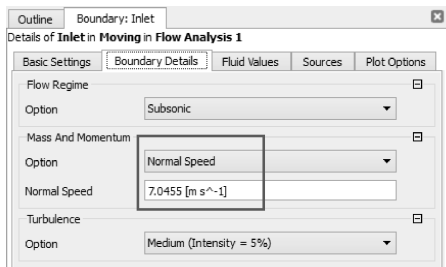

图 11-49 入口边界设置
(2) 在边界详细信息【Boundary Details】中的质量与动量【Mass and Momentum】栏里选择正常速度为 7.0455m/s , 如图 11-49 所示。